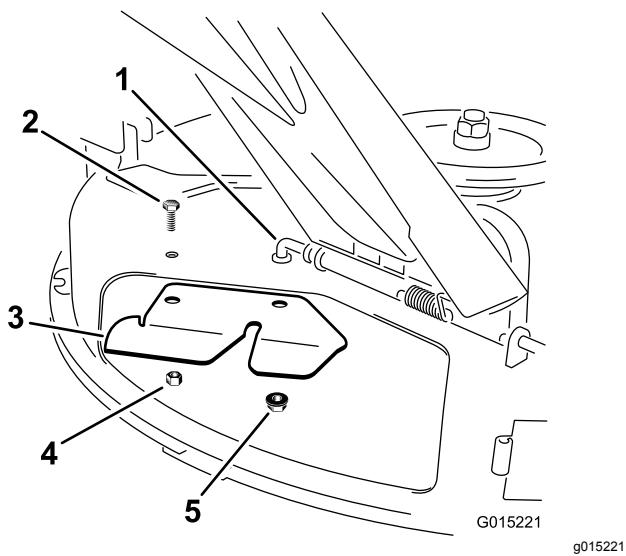

Bild 20
3. Befestigen Sie das Versatzablenklech des Heckfangsystems an der Unterseite des Mähwerks (Bild 20). Befestigen Sie es mit den vorher entfernten Befestigungen.